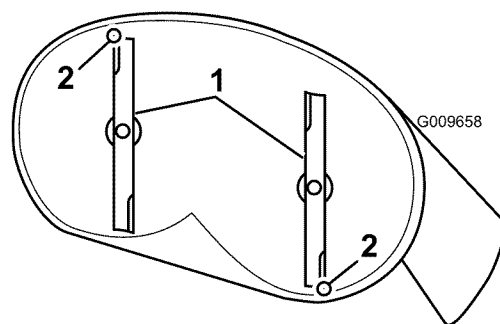
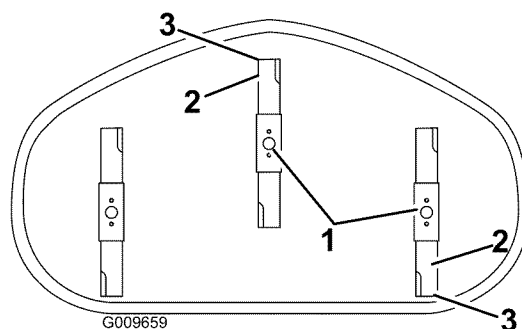

Figura 49
Figura 50
4. Gire cuidadosamente las cuchillas colocándolas en el sentido de avance de la máquina (Figura 49 y Figura 50).
5. Mida entre la punta de la cuchilla delantera y la superficie plana y entre la punta de la cuchilla trasera y la superficie plana (Figura 49 y Figura 50). Si la punta de la cuchilla delantera no está entre 1,6 y 7,9 mm (1/16 y 5/16 pulgada) más baja que la punta de la cuchilla trasera, ajuste la contratuerca delantera.
8. Compruebe la inclinación longitudinal de nuevo después del ajuste. Siga ajustando la tuerca hasta que la punta de la cuchilla más avanzada esté entre 1,6–7,9 mm (1/16 y 5/16 pulgada) más baja que la punta de la cuchilla más atrasada (Figura 49 y Figura 50).